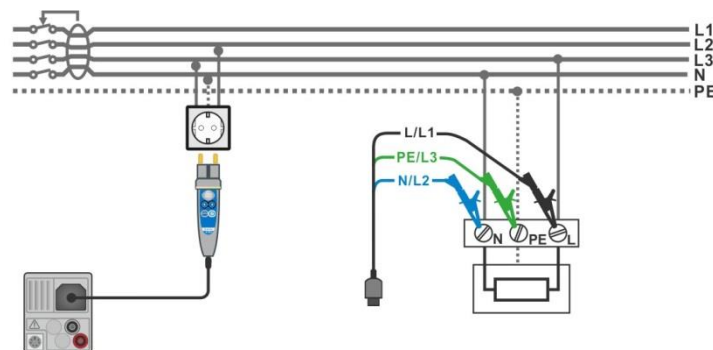

Abbildung 8.7: AUTO TN (RCD) Messung
- Schließen Sie die Prüfleitungen oder den Commander Prüfstecker am Prüfling an, siehe **Abbildung 8.7**.